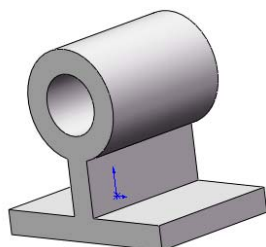

图 4-70 拉伸的图形
**15** 设置视图方向。单击“标准视图”工具栏中的“等轴测”图标, 将视图以等轴测方向显示, 结果如图 4-70 所示。